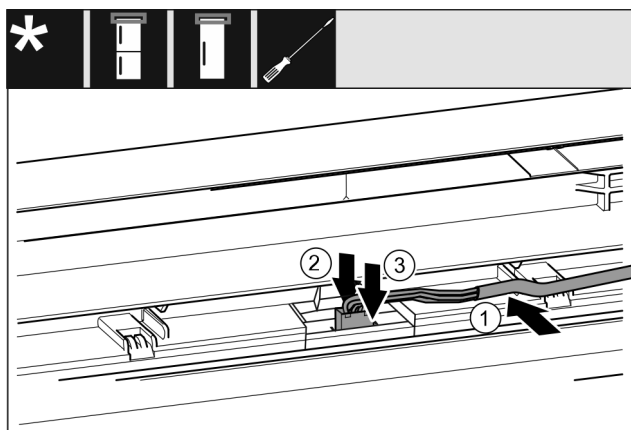

Fig. 44
- ▶ Sivi kabel namestite v vodilo v zgornjih vratih. Fig. 44 (1)
- ▶ Zaskočni nastavek potisnite nazaj. Fig. 44 (2)
- ▶ Zataknite vtič. Fig. 44 (3)